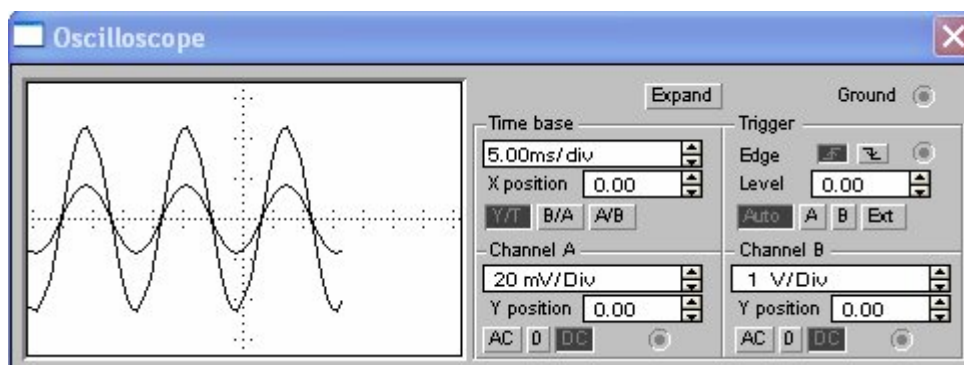

Рисунок 30 – Осциллограммы входного и выходного сигналов
16. Развернуть и настроить осциллограф, изменяя чувствительность и длительность развертки. На экране можно наблюдать входной и выходной сигналы (рисунок 30)